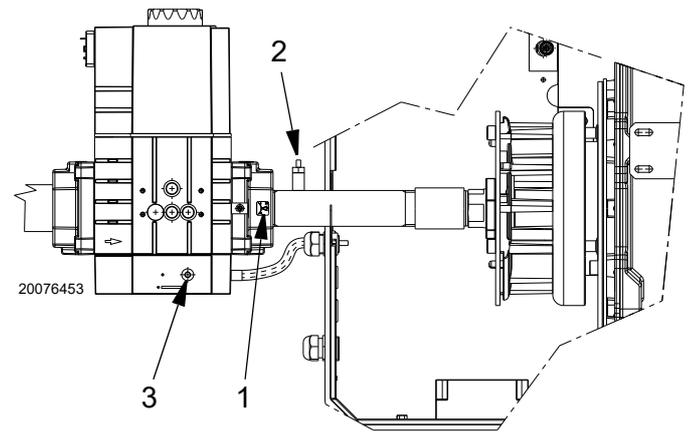

Abb. 11
* Die Schraube 1)(Abb. 11) bis zum vollständigen Schließen in Richtung des Zeichens „-“ einschrauben, um sie dann in Richtung des Zeichens „+“ den Angaben auf Tab. H gemäß wieder zu öffnen.
Legende (Abb. 11)